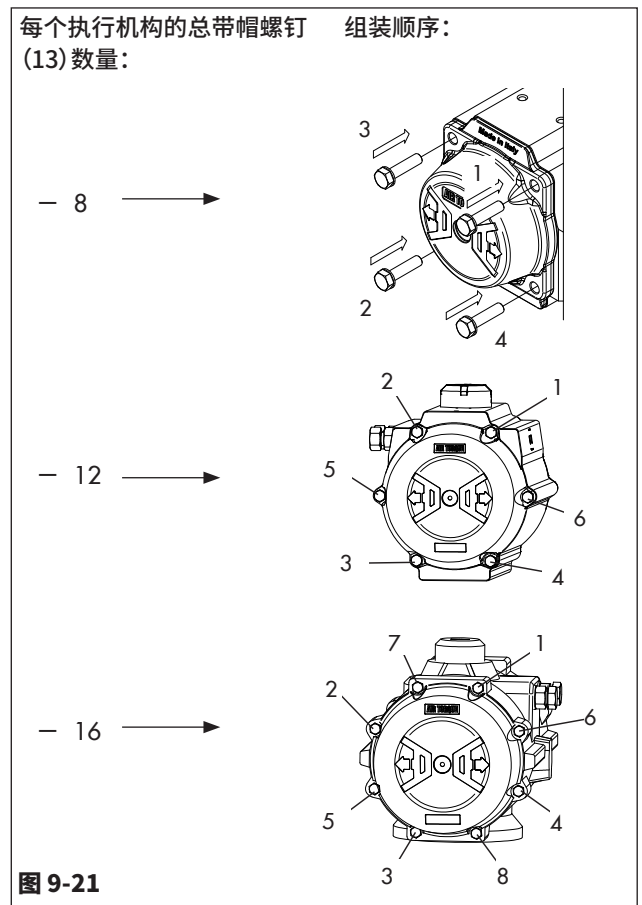

图 9-21
- 按照图9-21所示顺序, 将带帽螺钉 (13) 每次部分紧固1圈, 从而固定端盖 (30/30R)。
→ 遵守图9-21所示的规定顺序。
- 按照图9-21所示顺序, 将每个螺钉每次拧紧1圈, 从而完成带帽螺钉 (13) 的紧固。